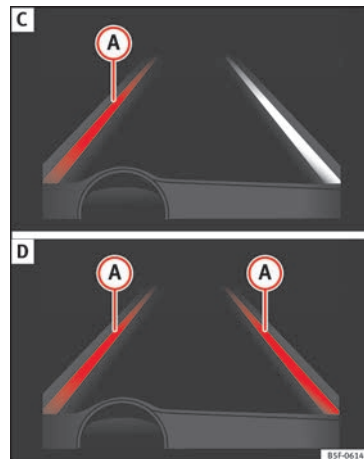

Fig. 208 Sur l'écran du combiné d'instruments : indication sur l'écran de l'assistant de maintien de voie (exemple 2).
- Le système est en cours d'utilisation, la ligne en surbrillance **A** indique qu'il y avait un risque de dépasser la ligne de la voie involontairement et qu'il agit sur la direction pour corriger la trajectoire » **fig. 208 C**.
- Les deux lignes en surbrillance **A** s'allument en même temps quand nous reconnaissons les deux lignes de la voie et que nous avons activé la fonction de guidage au centre de la voie » **fig. 208 D**.